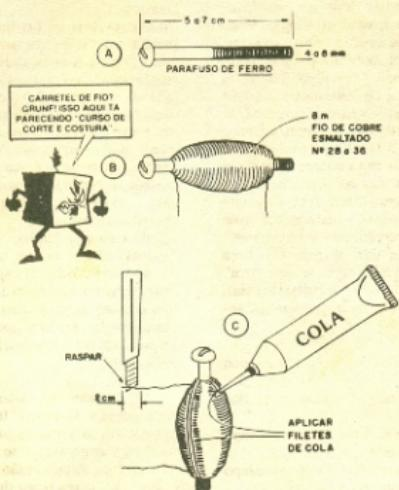

Fig. 9
- FIG. 9-A - Parafuso que será usado como núcleo do nosso eletroimã. Embora a figura mostre um de "cabeça redonda", com fenda, e dotado de rosca parcial, nada obsta, naturalmente, que se use um de cabeça sextavada ou quadrada, sem fenda, com rosca total, etc. O que interessa mesmo são as dimensões gerais e o material (ferro).
- FIG. 9-B - Procurando ocupar cerca de 3 cm. na parte central do parafuso/núcleo, os 8 metros de fio de cobre esmaltado devem ser enrolados, firmemente, com espiras bem juntas, uma sobre a outra (sem muita preocupação "estética"....).
- FIG. 9-C - Depois de acomodado todo o comprimento do fio no enrolamento, convém aplicar alguns filetes de cola ao longo da bobina, de modo a fixar bem as espiras (evitando que o fio se desenrole e a bobina se desmanche...). Deixar "sobrando", em cada extremidade do fio, de 10 a 15 cm. para futuras conexões. Outra providência IMPORTANTE: cerca de 2 cm. da camada de esmalte em cada uma das pontas do fio devem ser removidos (raspando-se com um estilete, faca ou qualquer outra ferramenta-afiada). Se esse esmalte (isolante) não for retirado, não será possível fazer as ligações elétricas à bobina...